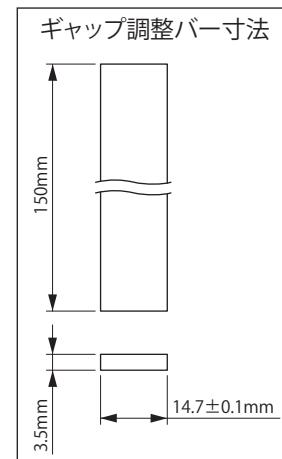

図 8-31
- (3) アウターディスク⑭とセンターリング①の間から、ギャップ調整バー（お客様で角板をご準備ください。図 8-31 参照）をギャップ調整ネジ②の溝に差し込んでください。